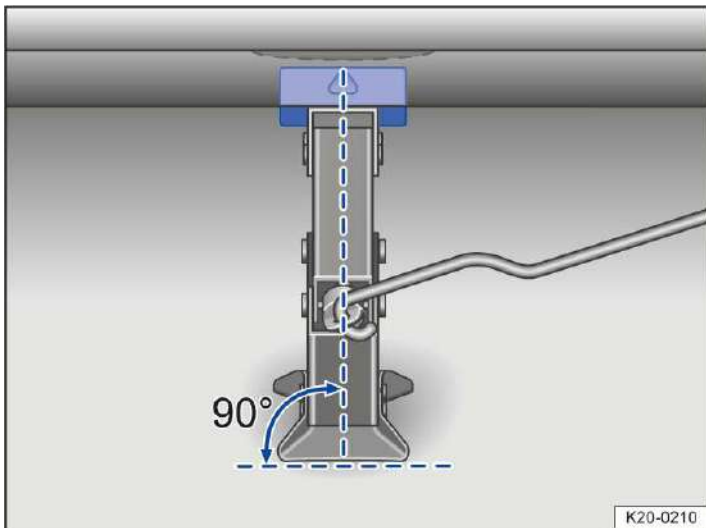
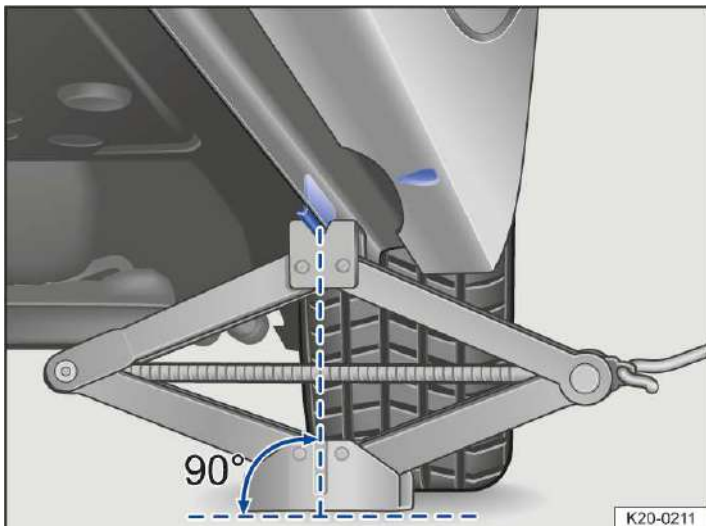

Abb. 2 Korrekte Ausrichtung des Wagenhebers.
Abb. 3 Korrekte Ausrichtung des Wagenhebers.
4. Sicherstellen, dass der Wagenheberfuß mit der ganzen Fläche sicher auf dem Boden steht und sich der Wagenheberfuß lotrecht genau unter dem Aufnahmepunkt befindet → *Abb. 2* und → *Abb. 3*.
5. Wagenheber ausrichten und gleichzeitig die Wagenheberklaue weiter hochkurbeln, bis die Klaue den Wagenheber-Aufnahmepunkt unter dem Fahrzeug → *Abb. 3* umfasst.
- Setzen Sie den Wagenheber nur an den beschriebenen Aufnahmepunkten an. Die Klaue des Wagenhebers muss den Steg des Unterholms sicher umfassen → *Abb. 3*.